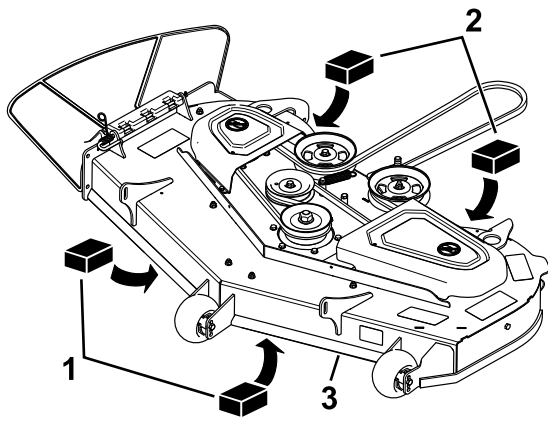

Figure 75
- Placez deux cales de 6,6 cm ($2\frac{5}{8}$ po) d'épaisseur chacune sous chaque côté du bord avant du tablier de coupe, mais pas sous les supports des galets anti-scalp (Figure 75).
- Placez deux cales de 7,3 cm ($2\frac{7}{8}$ po) d'épaisseur chacune sous le bord arrière de la jupe du tablier de coupe, une de chaque côté (Figure 75).